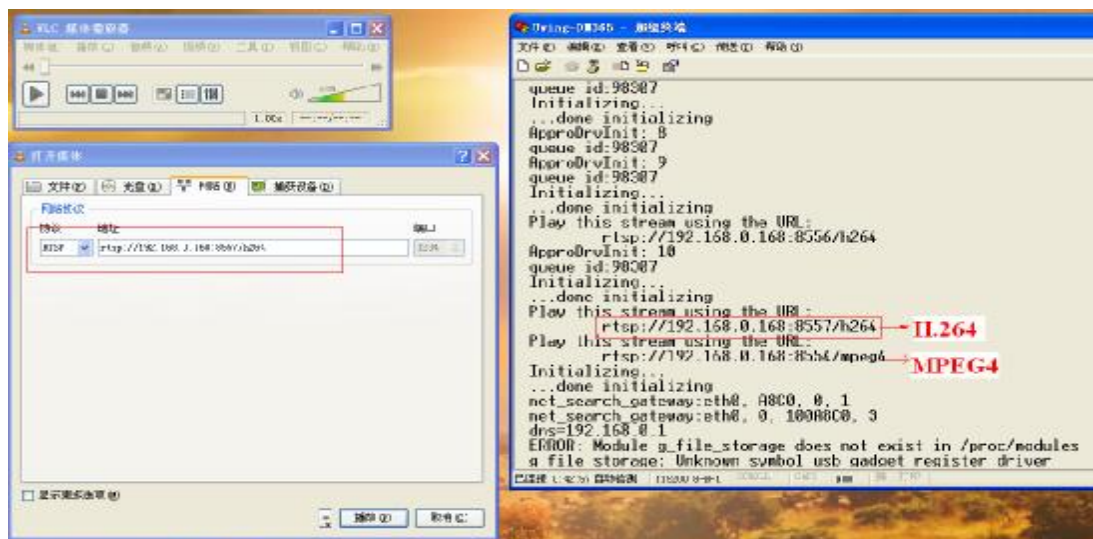

图 6-9 VLC 媒体播放器的设置
- 2.打开 VLC 媒体播放器，如下图 6-9 所示，键入相应的地址、协议；